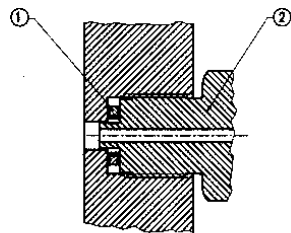

Fig. 1
- geeignete Dichtscheibe verwenden (vgl. Fig. 1). Sonderanschlüsse wie NPT- oder Innengewinde nach anwendungstechnischen Normen abdichten.
- Use suitable gasket (Fig. 1).